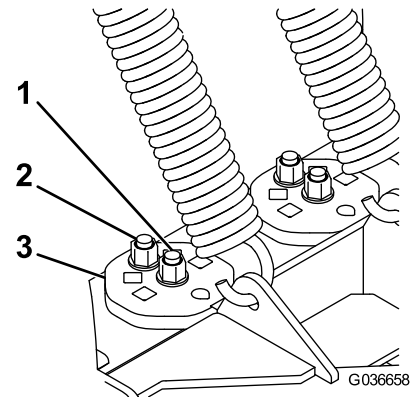

Figure 47
3. Sur les cames, retirez le boulon qui occupe le trou carré et desserrez le boulon situé au centre (Figure 47).